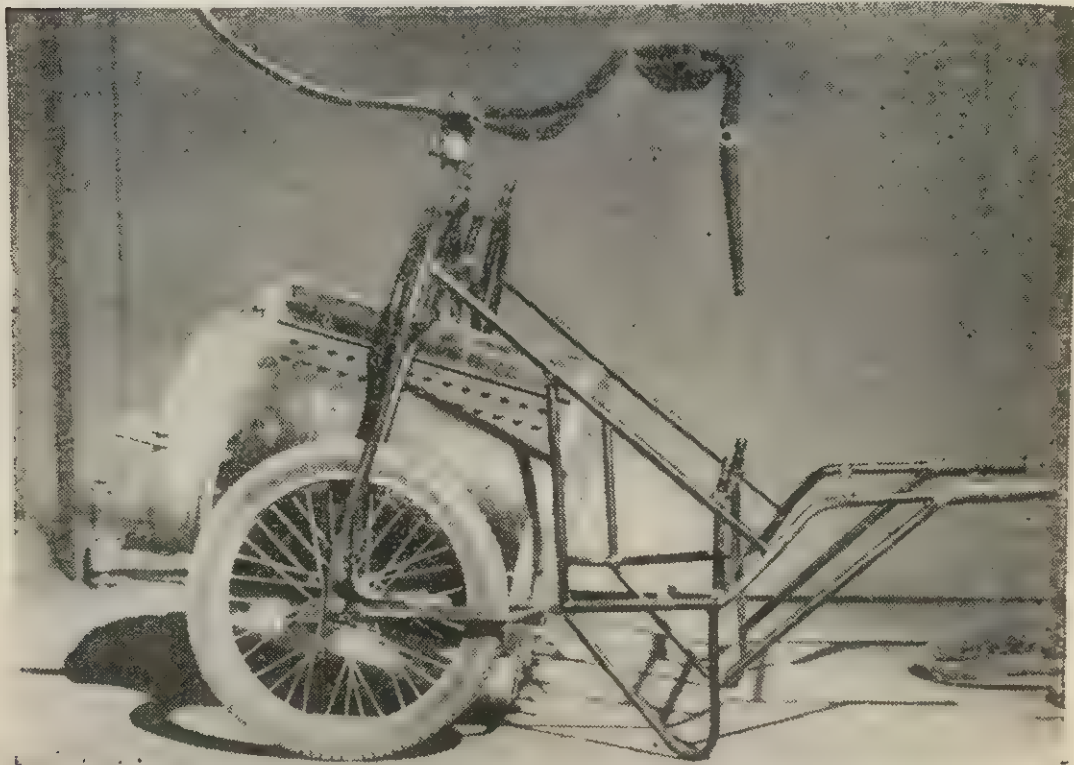

Рис. 139. Тележка для перевозки осветительных прожекторов
6. Полученная бригадой аппаратура транспортируется в павильон. Проекторы, кабель и принадлежности перевозятся на специальных тележках (рис. 139). Проекторные лампы,